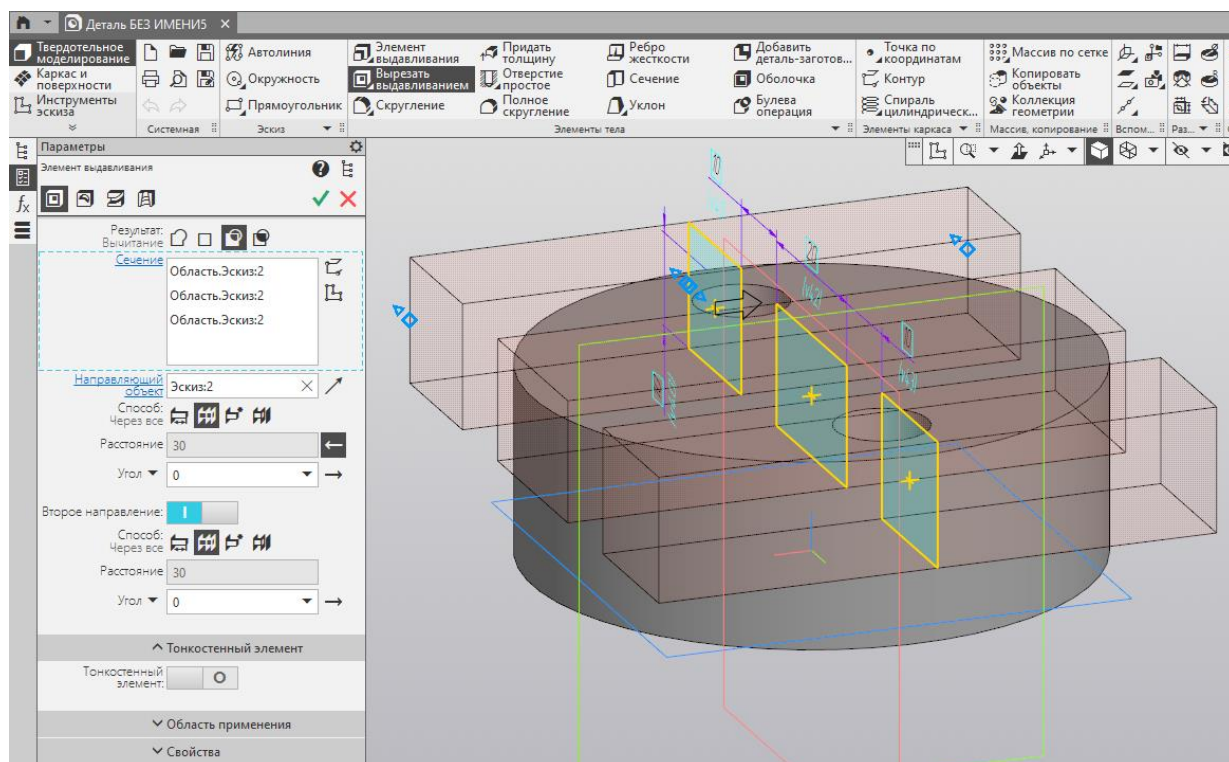

Рисунок 8 – Настройка параметров выдавливания
1.6.4 Выберите команду «Вырезать выдавливанием»  и настройте параметры. Убедитесь, что ваш эскиз автоматически выделился, а в окне с параметрами (рис. 8) выбран результат «Вычитание» и способ «Через все».